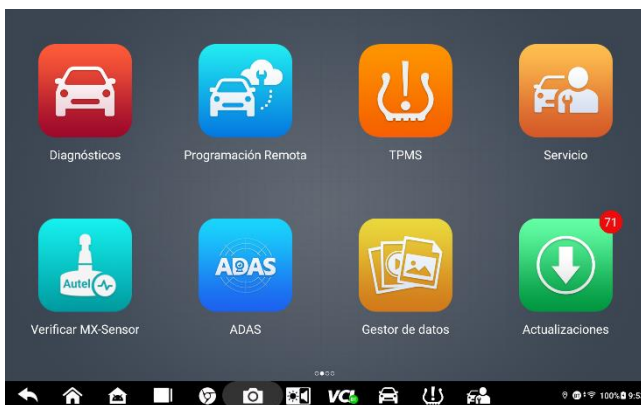

Figura 5-2 Menú principal de MaxiSys
1. Toque el **TPMS** botón de aplicación del menú principal de MaxiSys (Figura 5-2) . Se muestra el menú del vehículo.
1. Pulse el botón de la aplicación **TPMS** en el menú principal de MaxiSys (Figura 5-2). Se mostrará el menú del vehículo.